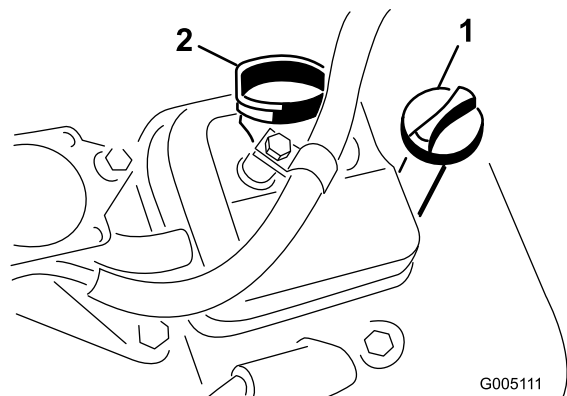

Figura 24
2. Retire la varilla y límpiela con un paño limpio. Introduzca la varilla en el tubo asegurándose de que entre a fondo (Figura 24).